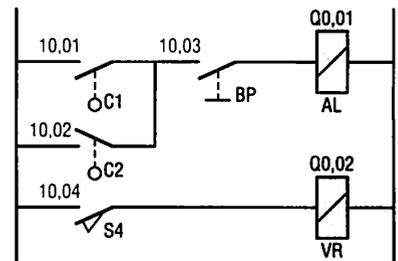

Fig. 8 : Schéma à contacts.
a) À partir d'un schéma à contacts (fig. 8 et tableau 4)